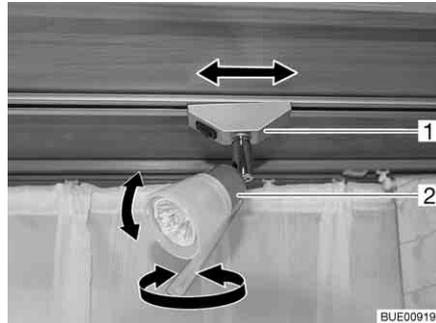

Fig. 59 Foco
- Coger la carcasa (Fig. 59,2) y girarla.
- Agarrar el soporte (Fig. 59,1) y girarlo aprox. 45°.
- Agarrar el soporte (Fig. 59,1) y girarlo 90°.